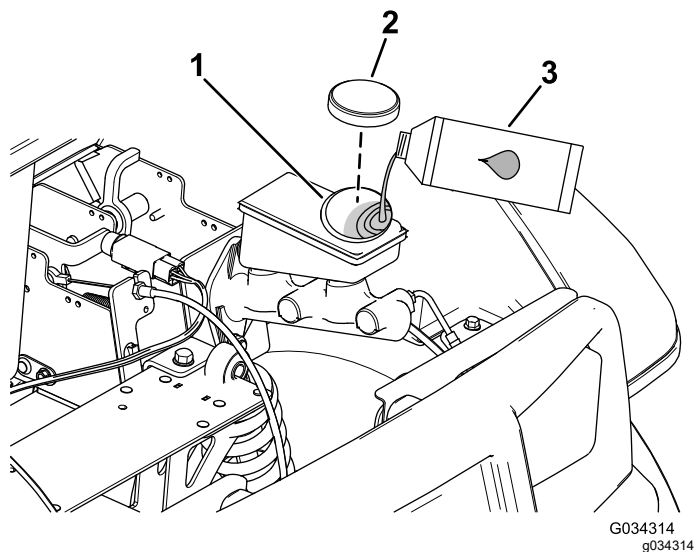

Figura 63
4. Eleve novamente o capot para obter acesso ao cilindro principal do travão e reservatório (Figura 63).
- A. Limpe a zona em redor da tampa do reservatório e retire-a (Figura 63).
- C. Coloque a tampa do reservatório (Figura 63).